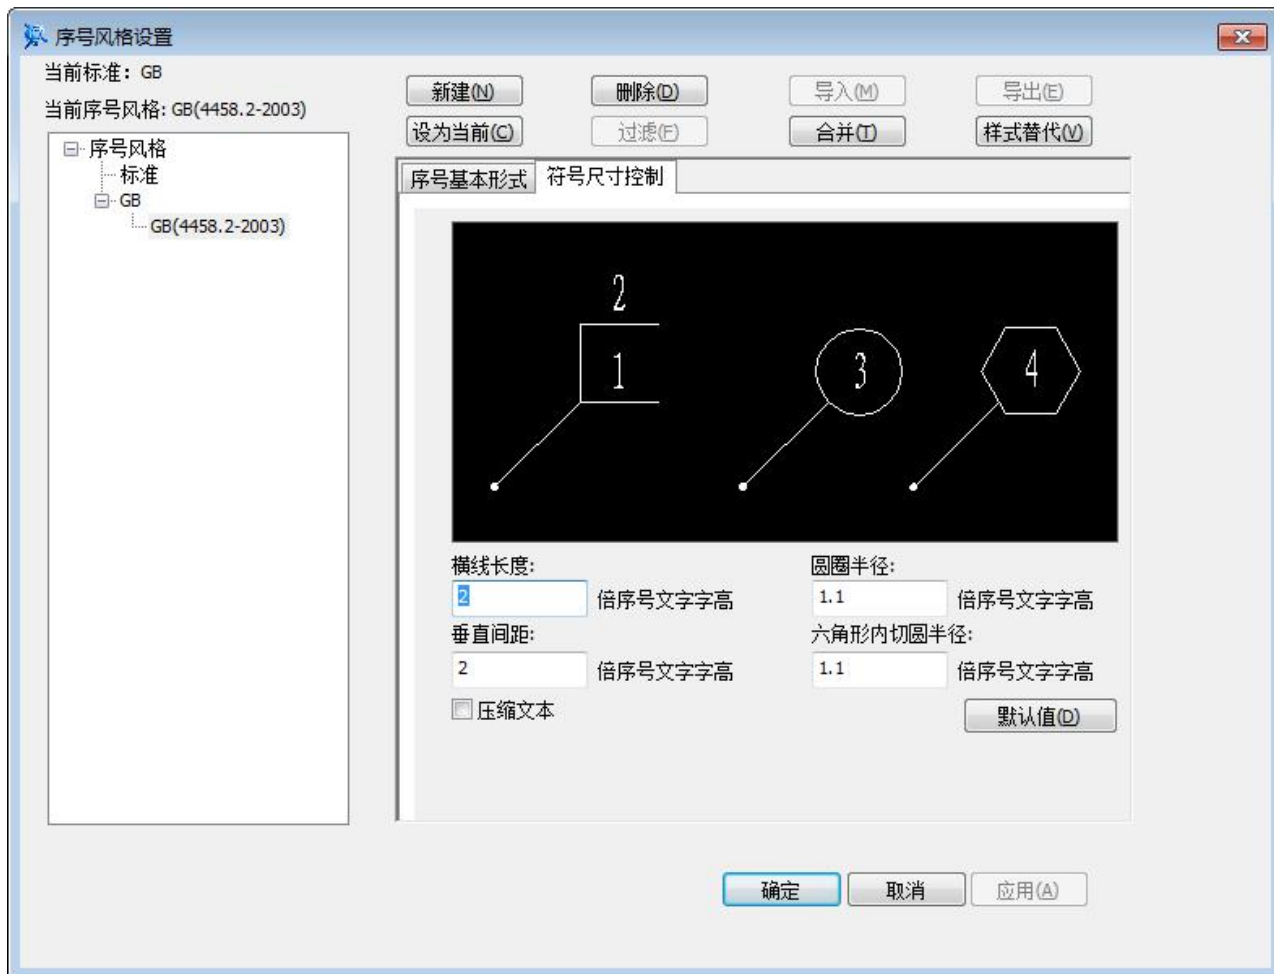

图 5-31 序号风格对话框
- 5) 单击【符号尺寸控制】切换到如图 5-31 所示的状态。